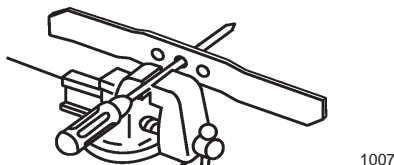

Figure 17
1. Vérifiez l'équilibre de la lame en enfilant le trou central sur un clou ou la tige d'un tournevis serré horizontalement dans un étau (Fig. 17).